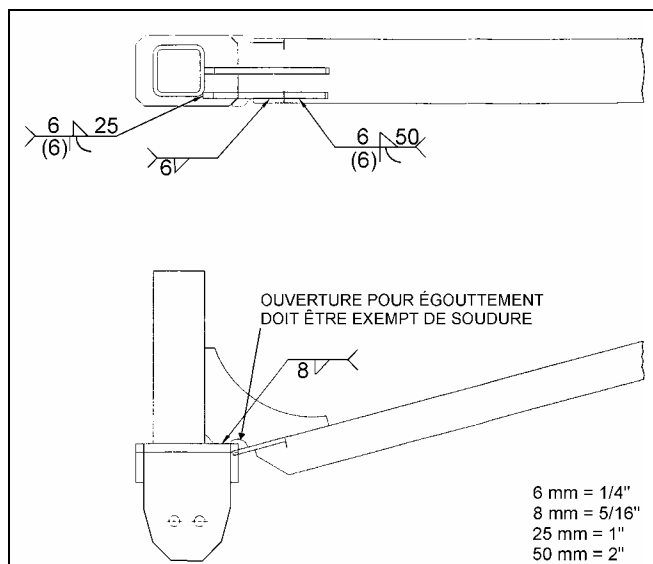

FIGURE 4
4. Mettre le nouveau renfort (#171738) en place, ajuster l'appareil à souder selon les paramètres mentionnés préalablement puis souder en consultant les figures 4 et 5.